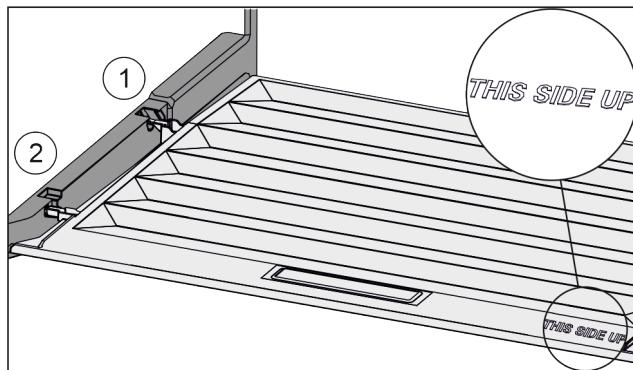

Fig. 148
- Пъхнете шийките на капака през отвора в задния държач Fig. 148 (1) и фиксирайте отпред в държача Fig. 148 (2).